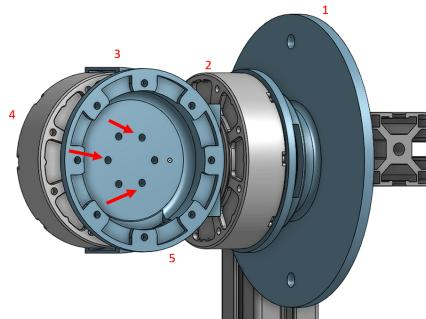

Figura 15. Paso 5.
Paso 5: Posteriormente, se debe unir el Acople motor 2 a motor 3 al motor 2. Para ello, requerimos 3 tornillos M4 rosca fina y se deben fijar en los agujeros correspondientes señalados en la figura 15.